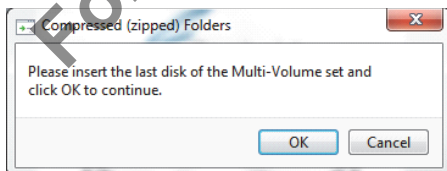

Figura 36. Ecrã final do Windows 7 depois de a gravação do CD estar concluída
- g. Num computador com Windows 7 instalado, poderá ver o ecrã mostrado no Figura 36 depois de uma gravação do CD bem sucedida. Antes de continuar, clique no botão **OK** tantas vezes quanto necessário até desaparecer.